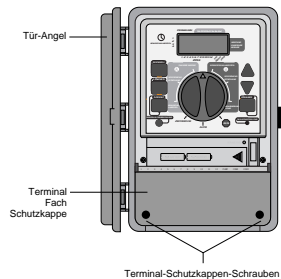

ABB. 18: Außen installiertes Steuergerät mit abgebildeter Anschlussstellenabdeckung
- Nehmen Sie den Deckel des Anschlußfaches ab, indem Sie die beiden Schrauben losschrauben und den Kunststoffdeckel gerade abziehen [siehe Abb. 18].